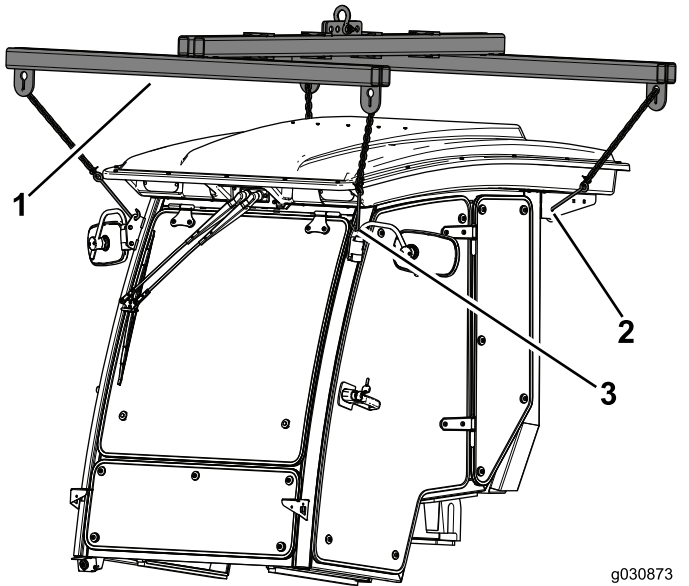

Bild 27
1. Stützen Sie die Kabine mit den vier Hebestellen über der Maschine ab (Bild 27).